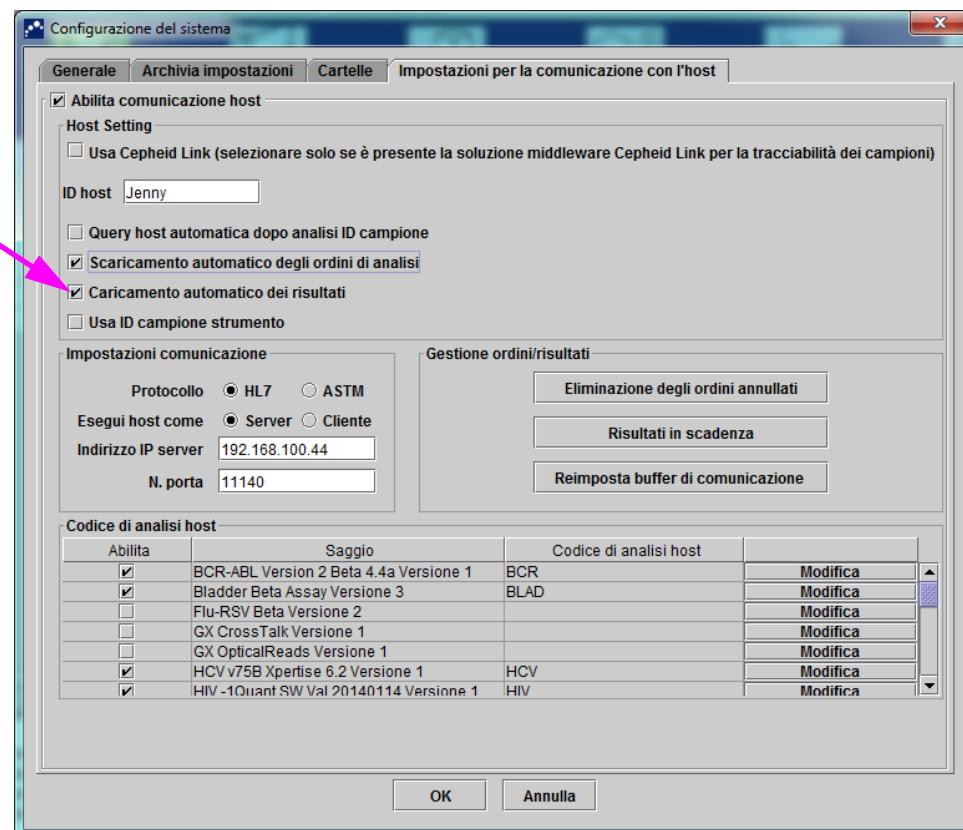
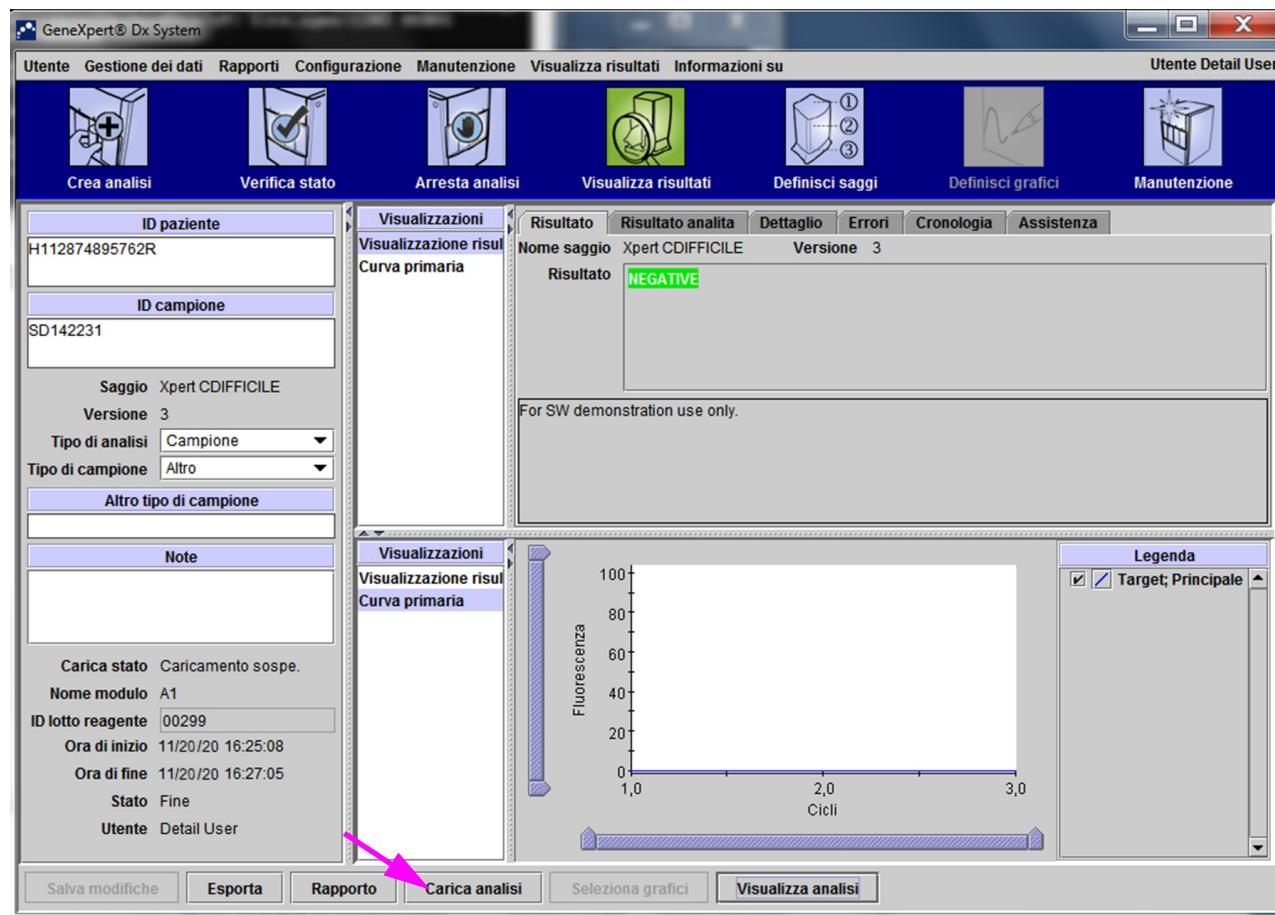

Figura 5-98. Caricamento automatico dei risultati
Figura 5-99. Stato di caricamento nell'host visualizzato nell'area delle informazioni sul test della finestra Visualizza risultati
Al termine del test, il risultato verrà automaticamente caricato. Lo stato di caricamento è visualizzato nell'area delle informazioni sul test della finestra **Visualizza risultati**. Vedere la Figura 5-98.
2. Fare clic su **Carica analisi** nella finestra Visualizza risultati (vedere la Figura 5-98). Verrà visualizzata la finestra **Seleziona le analisi da caricare sull'host**, che mostra i test completati. Vedere la Figura 5-99.